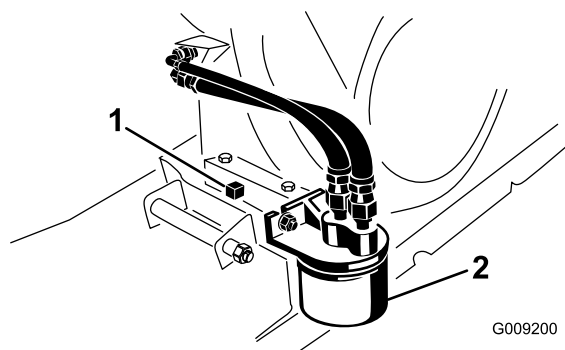

Figura 33
6. Collocate una bacinella di spurgo sotto il tappo di svuotamento (Figura 33).
7. Togliete il tappo di spurgo e la guarnizione (Figura 33).
- Togliete il vecchio filtro dell'olio (Figura 33).
- Inserite il nuovo filtro sul relativo adattatore in modo che la guarnizione sia a contatto con la piastra di appoggio, quindi serrate il filtro di un ulteriore 1/2 o 3/4 di giro (Figura 33).